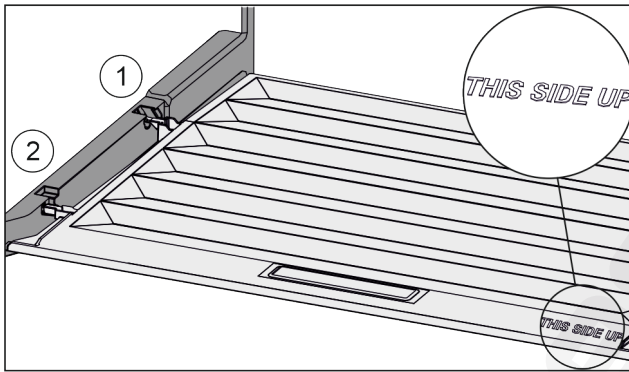

Fig. 102
- ▶ Vezesse be a fedél bordáit a hátsó tartó Fig. 102 (1) nyílása fölött, elől pedig pattintsa be azokat a tartóba Fig. 102 (2).